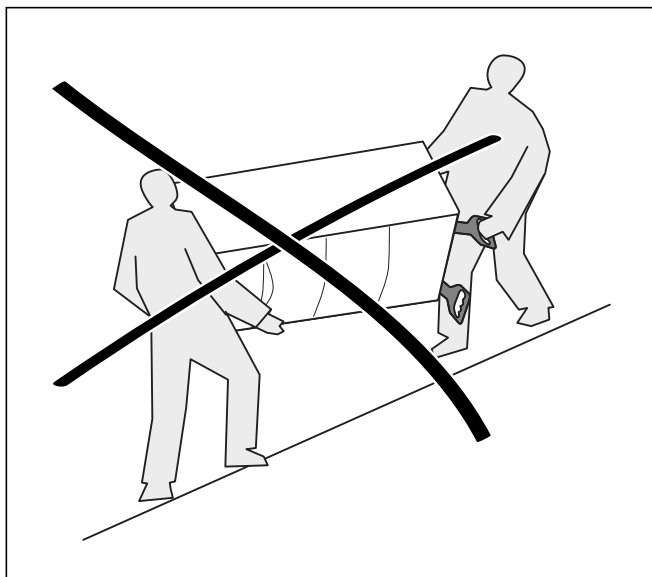

Abb. 4.4 Falscher Transport, Gerät wird beschädigt
- Transportieren Sie das Gerät auf keinen Fall wie in Abb. 4.4 und 4.5 dargestellt.